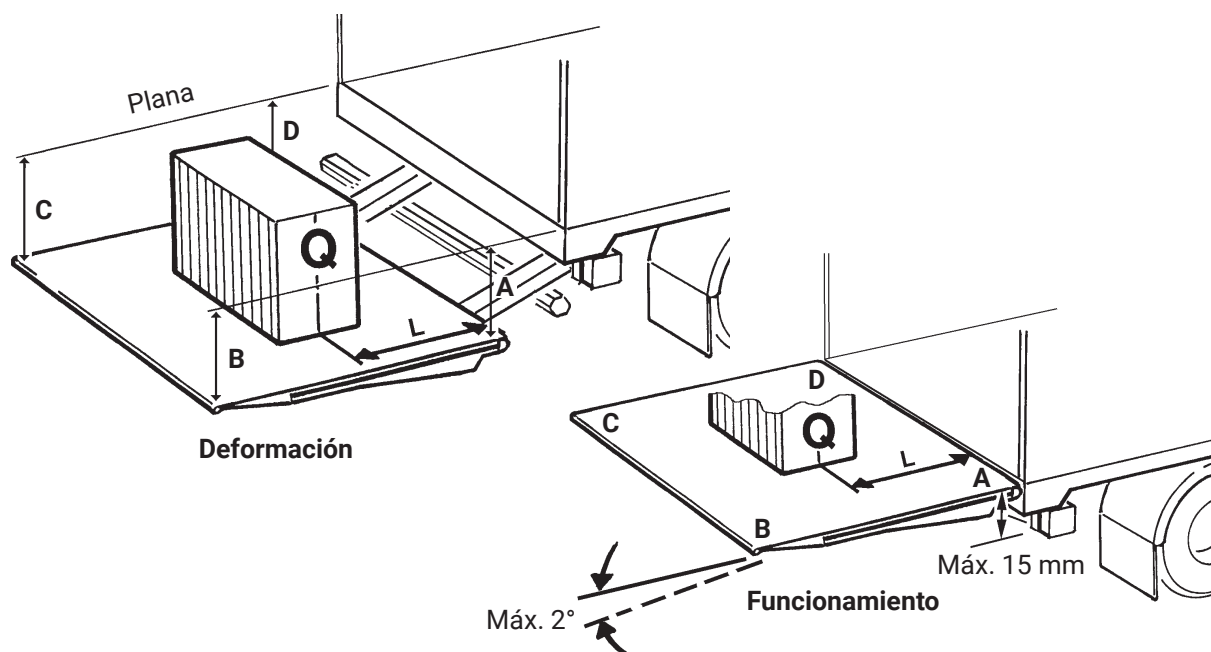

Imagen 102. Prueba y verificación
- Colocar el elevador trasero en la posición a media altura hacia el nivel de la plataforma y con la plataforma en posición horizontal. Medir las medidas comparativas A-B-C-D, como se ilustra en Imagen 102.